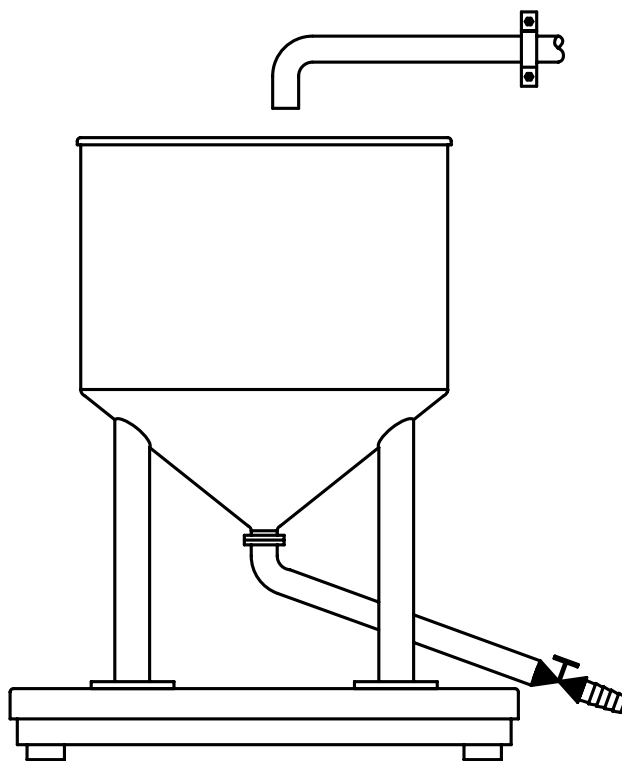

図 23: 基準タンクスケール
3. 材料の移動。この方法では、材料（水など）を別の基準スケール上で計量し、校正の対象となるタンクや容器に移動します。この方法は、基準スケールの精度に依存するため、移動時に材料が損失しないように注意する必要があります。基準スケールとして、メトラー・トレドのMFR技術に基づいた高精度スケールを使用し、図 23 に示すようにパイプの効果を最小限に抑えると、高い精度を得ることができます。